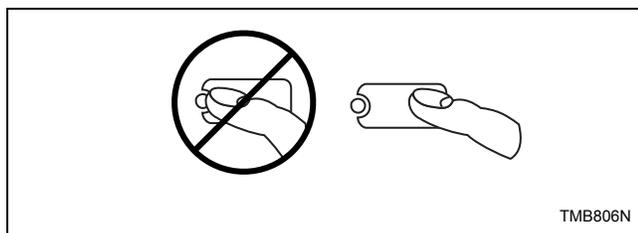

Figura 34
**NOTA:** Non premere direttamente sugli indicatori luminosi o sul centro del pannello. Per fare la selezione in modo corretto, premere sul pannello un po' a destra del centro. Consultare la *Figura 34*.